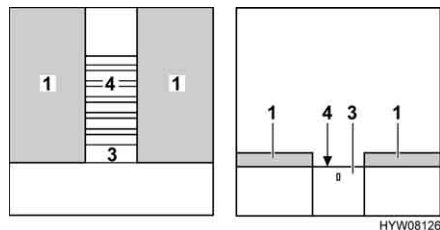

Fig. 88 Pendant la transformation
- Faire ressortir le sommier à lattes complètement (Fig. 88,4). Tirer pour ce faire sur le tiroir (Fig. 88,3).